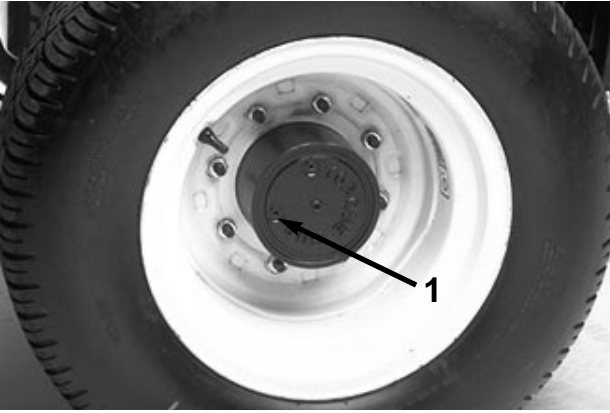
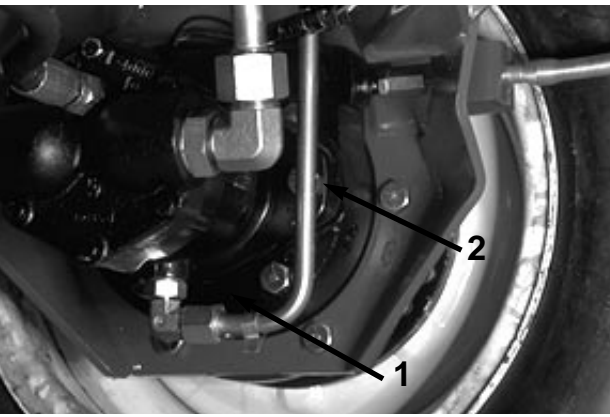

図 19
図 20
1. 平らな場所でホイールの点検・ドレンプラグ(図19)が時計の2時または10時の位置に来るように停止させる。
2. プラネタリのプラグ(図19)とブレーキ裏面の点検プラグ(図20)を抜き、ブレーキ前面と裏面の点検プラグの穴の下端まで油量があれば適正。